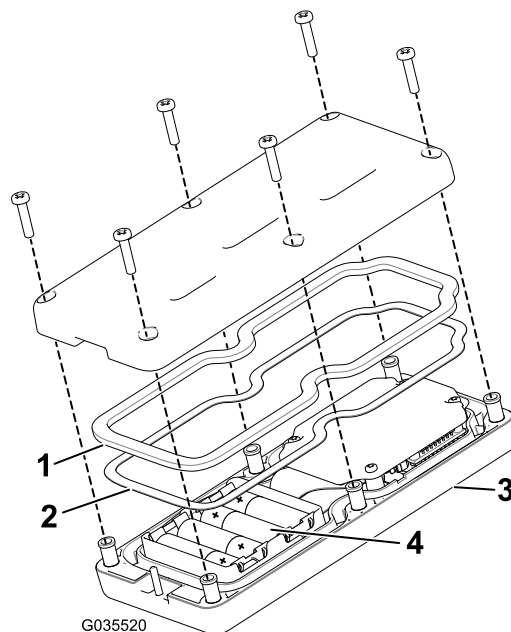

Bild 26
3. Nehmen Sie die sechs Schrauben aus der Rückseite der Fernbedienung heraus und nehmen Sie die Abdeckung ab (Bild 26).
5. Legen Sie jede neue Batterie in das Batteriefach ein und achten Sie auf die richtige Polarität. (Wenn die Batterien falsch eingelegt sind, wird das Gerät nicht beschädigt; es funktioniert jedoch nicht.) Das Fach hat Polaritätsmarkierungen für jeden Anschluss (Bild 26).
6. Wenn Sie die Gummidichtung und die Stahldichtung aus Versehen entfernen, setzen Sie sie vorsichtig in den Kanal in der Handfernbedienung ein (Bild 26).
7. Setzen Sie die Abdeckung auf und befestigen sie mit den sechs vorher entfernten Schrauben (Bild 26) und ziehen sie mit 1,5-1,7 N m an.